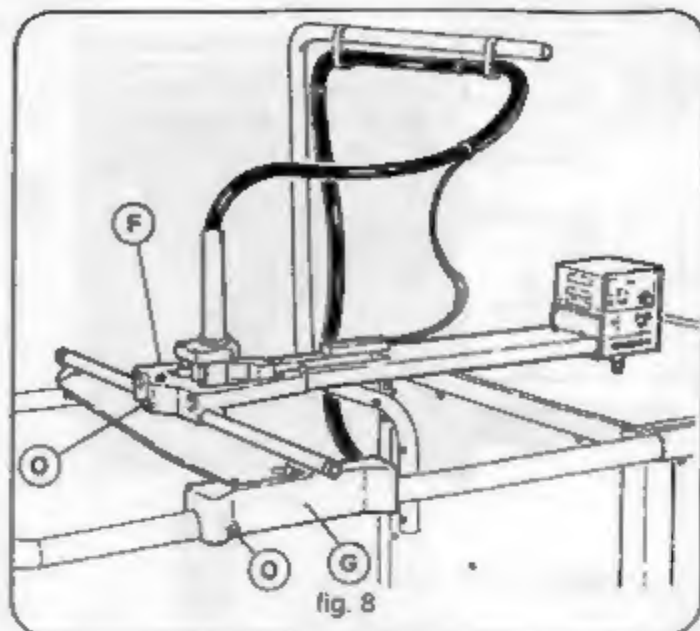

fig. 8
- Positionner les chariots F et G comme d'après la Fig.8.
d'amorçage de l'arc (normalement présent uniquement dans les torches pour emploi automatique) au tube porte-câbles et aux bagues prévues (Fig.8).
Pour limiter au maximum les oscillations de la torche on a prévu un frein sur chaque chariot (Fig.8).